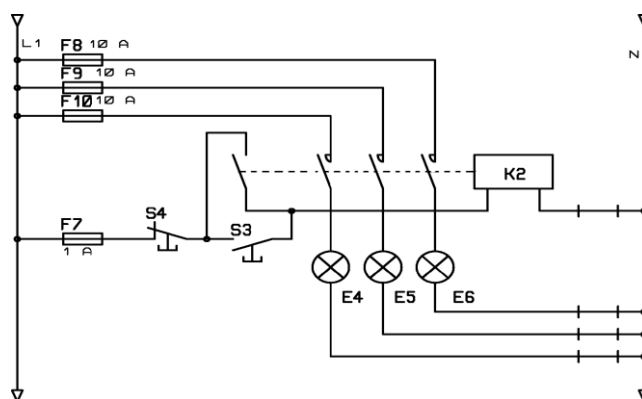

Figure 11 : schéma d'un montage (représentation rangée).
- représentation rangée (exemple figure 11) : les symboles des différents éléments d'un même appareil ou d'une même installation sont séparés et disposés de façon que l'on puisse tracer facilement les symboles des liaisons mécaniques entre différents éléments qui manœuvrent ensemble.